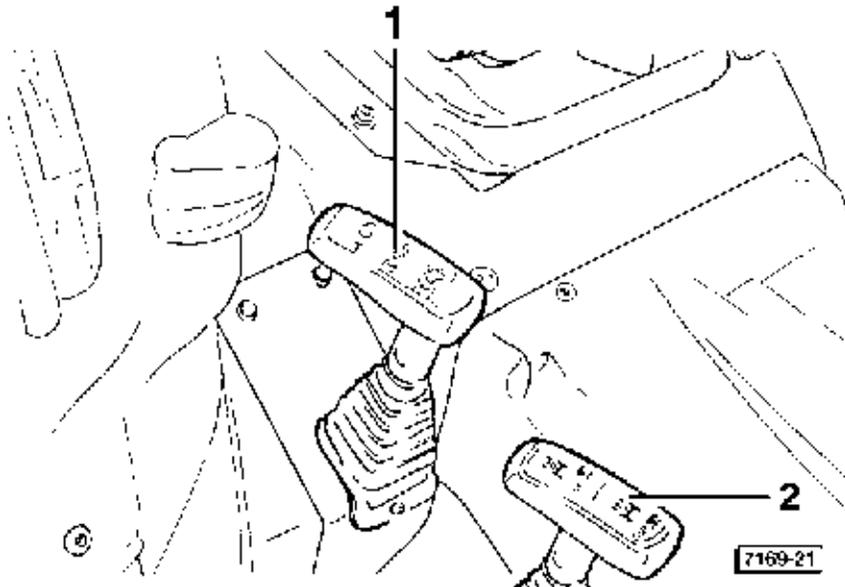

Fig. 19 - **Leviers de commandes de gammes de vitesses**
- Sélectionner, par la suite, la gamme entre les 2 ou les 3 que l'on a à disposition, en agissant sur le levier correspondant (1 Fig. 19) puis choisir la vitesse désirée.
Pour sélectionner la gamme des vitesses désirées, il faut débrayer, le tracteur étant arrêté, et manoeuvrer le levier du réducteur (1 Fig.19).
L'enclenchement de la traction avant doit absolument se faire avec tracteur complètement à l'arrêt; dans le cas de tracteurs munis de commande électrohydraulique, l'enclenchement s'effectue par pression du poussoir (2 fig. 10) qui reste bloqué avec le témoin incorporé allumé. En revanche, dans le cas de tracteurs munis de commande mécanique, l'enclenchement se fait par l'actionnement du levier (2 fig. 19) situé côté gauche du siège.